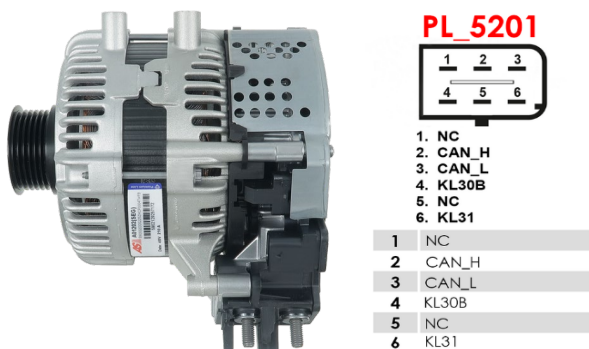

Рисунок 26. Стартер-генератор L1TA-11238 и обозначение терминалов в разъёме
1.1. В качестве примера на рис. 26 и таблице, приведена схема подключения стартер-генератора 48 В L1TA-11238.